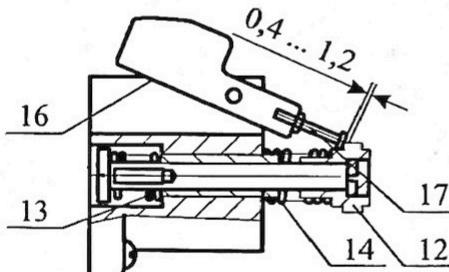

Рисунок 1
Подаваемый в клапан газ проходит через входной патрубок к выходному через седло. Седло перекрывается рабочим клапаном 2 с резиновым уплотнителем. Клапан 2 через рычаг закреплен на оси 6 и находится под действием пружин 7, 8 всегда стремящихся прижать клапан к седлу. Снаружи корпуса на оси 6 закреплен рычаг 3, взаимодействующий с рычагом 4. На корпусе 1 закреплен электромагнитный привод, состоящий из электромагнита 9 и корпуса 10, в котором расположен шток со втулкой 12 (см. рис. 1, 2). Пружина 13 стремится отодвинуть шток со втулкой назад. Вперед шток со втулкой перемещаются усилием электромагнита 9 через штифт 15, изготовленный из немагнитного материала и пружины 14.
2.2.4. Зазор между втулкой поз. 12 и винтом поз. 17 в соответствии с рис. 1 обеспечивается вращением винта поз. 17 при включенном электромагните. Для проверки зазора (0.4 - 1.2) мм применять набор №4, класс точности 2 ТУ 2-034-225-87.
2.3.2. Установить фиксатор 16 в положение, показанное на рис. 1.